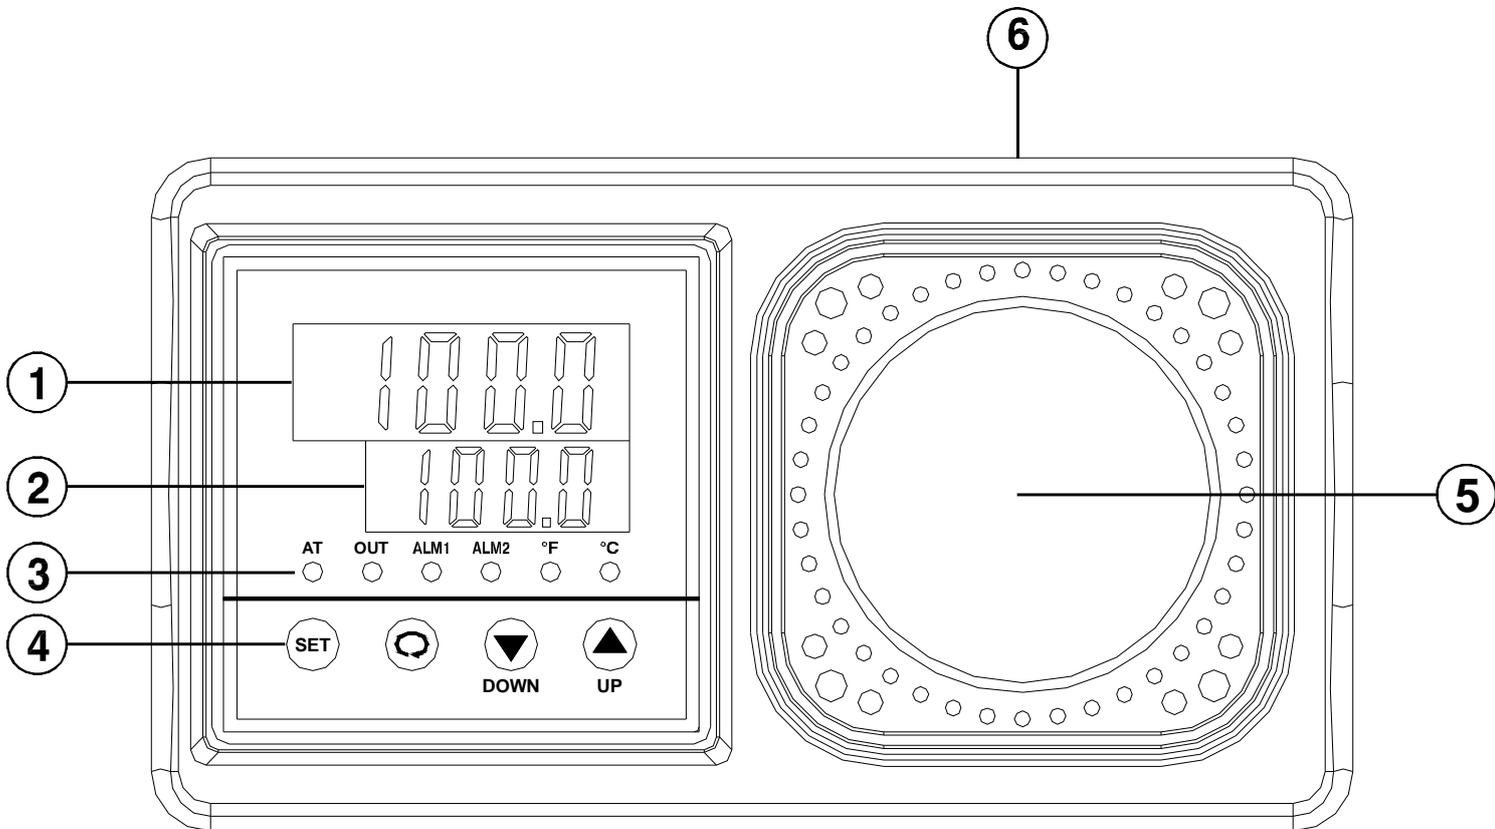
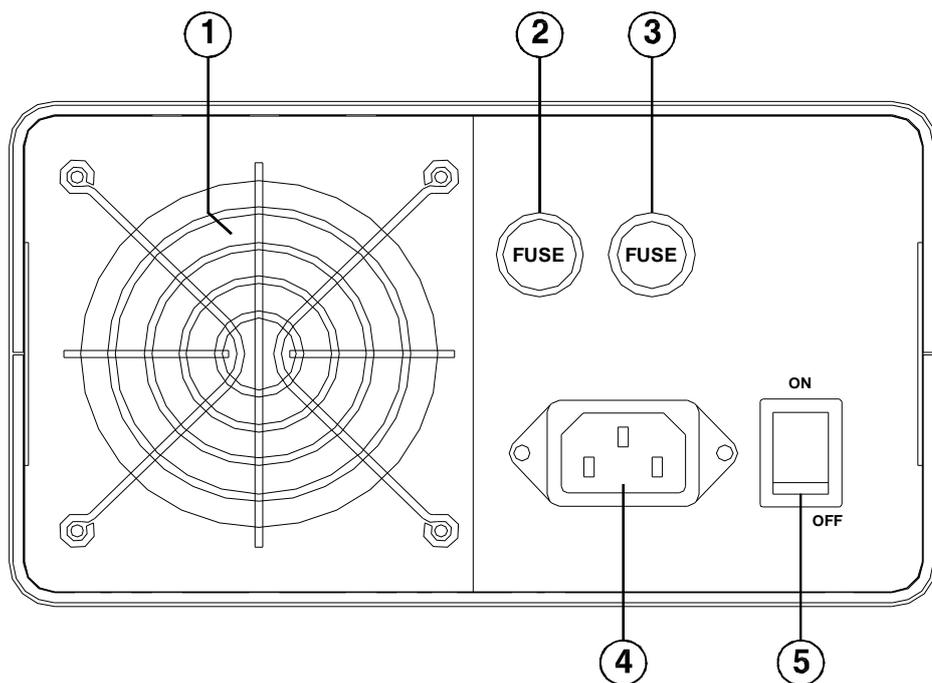

Рис.5.1.
Рис.5.2
Назначение органов управления и индикации передней панели представлено в таблице 5.1. (рис.5.1.)
Назначение органов управления задней панели представлено в таблице 5.2 (рис.5.2)
- Подключите питание к калибратору, включив кнопку питания **(позиция 5, рис.5.2)**
- Нажмите кнопку "ON", чтобы включить прибор **(позиция 5, рис.5.2)**
- Нажмите кнопку "UP" **(позиция 4, рис.5.1)**, чтобы установить более высокую температуру или "DOWN" **(позиция 4, рис.5.2)**, чтобы установить более низкую температуру
- Когда температура изменится, значение начнет мигать. Отпустите кнопку "UP" **(позиция 4, рис.5.1)** или "DOWN"
(позиция 4, рис.5.2)и нажмите кнопку "SET" (позиция 4, рис.5.1)
- Включите прибор, нажав кнопку "ON" **(позиция 5, рис.5.2)**
- Нажмите кнопку "UP" **(позиция 4, рис.5.1)**, чтобы установить более высокую температуру или "DOWN" **(позиция 4, рис.5.1)**, чтобы установить более низкую температуру
- Когда температура изменится, значение начнет мигать. Отпустите кнопку "UP" **(позиция 4, рис.5.1)** или "DOWN" **(позиция 4, рис.5.1)** и нажмите кнопку "SET" **(позиция 4, рис.5.1)**. Калибратор будет автоматически регулировать температуру мишени, чтобы достигнуть температуру схватывания. Красный светодиод будет отображать температуру
- Нажмите кнопку "SET" и "↻" (позиция 4, рис.5.1) одновременно
- После разблокировки вначале нажмите и удержите в течение 3 секунд кнопку "SET" (позиция 4, рис.5.1) в режиме настройки. На передней панели загорится первая линия красных светодиодов "LoPt", на второй линии светодиодов отобразится "pt2"
- Отпустите кнопку «SET» (позиция 4, рис.5.1) и нажмите кнопку «↻» (позиция 4, рис.5.1). Вторая зеленая линия светодиодов покажет присутствующую температуру
- Нажмите кнопку «UP» (позиция 4, рис.5.1), чтобы выбрать °C, нажмите кнопку "DOWN", чтобы выбрать °F. Значение температуры будет мигать в процессе выбора температуры.
- Затем нажмите кнопку "SET" (позиция 4, рис.5.1). Зеленый светодиод перестанет мигать
- Для обеспечения правильного функционирования прибора, пожалуйста, зафиксируйте значения, после того как температура сменится. Для этого, нажмите кнопку «Press» и "↻" (позиция 4, рис.5.1) 3 раза
- Верхняя линия светодиодов покажет символ «LoC». Зеленая линия светодиодов отобразит символ «OFF». Нажмите кнопку «UP» (позиция 4, рис.5.1) 2 раза: зеленый светодиод отобразит символ "LoC". Нажмите кнопку «SET» (позиция 4, рис.5.1), чтобы завершить изменения температуры